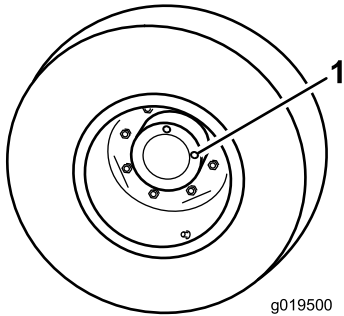

Figure 69
1. Amenez la machine sur une surface plane et horizontale, tournez la roue de sorte à placer un bouchon de contrôle à la position 12 heures et l'autre à la position 3 heures (Figure 69).
1. Bouchon de contrôle/vidange (2)
2. Retirez le bouchon qui est à la position 3 heures (Figure 69).